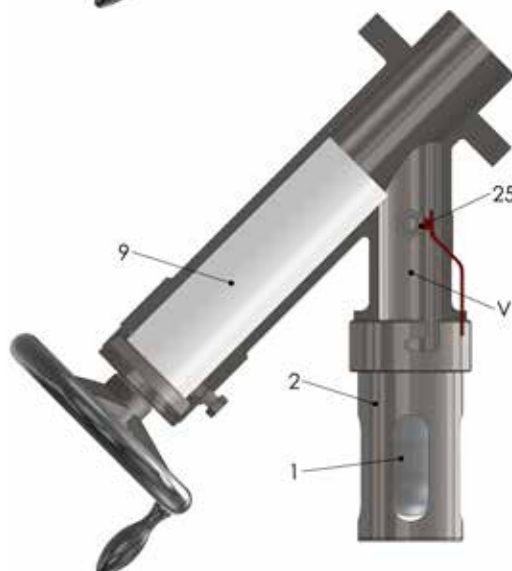

Рис.2
В то время когда продукт наполняет колбу для отбора проб (2), оператор осуществляет контроль количества через смотровое стекло (1) (Рис.2).